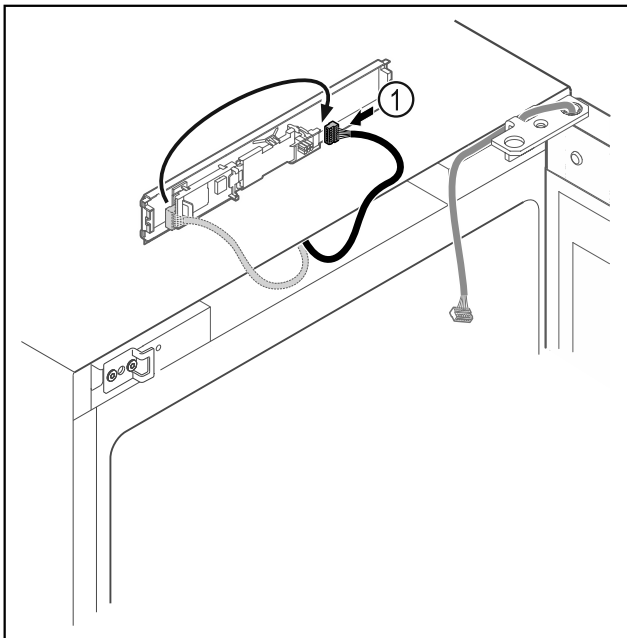

Fig. 13
- ▶ Zmeňte zapojenie zástrčky Fig. 13 (1) na doske plošných spojov.